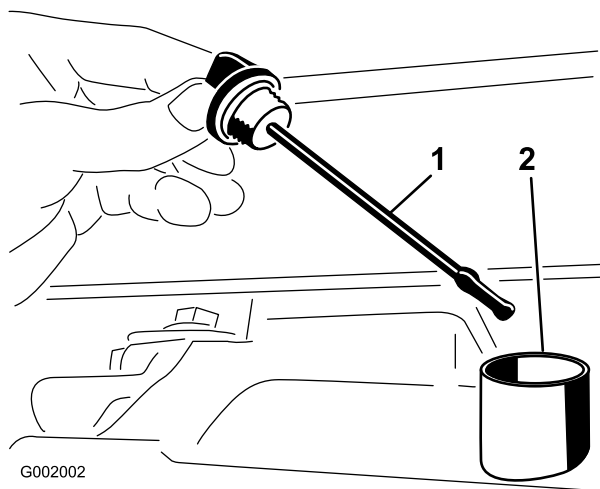

Figura 63
2. Retire la varilla del transeje y límpiela con un paño limpio (Figura 63).